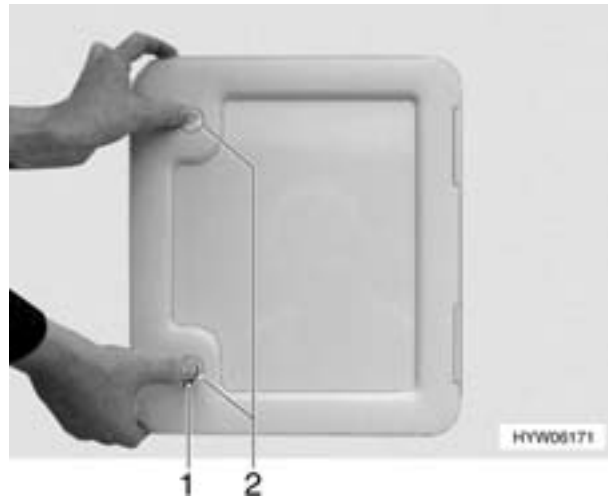

Bild 182 Öffnen der Thetford-Klappe
- Druckschloss (Bild 182,1) mit Schlüssel öffnen.
- Beide Druckschlösser (Bild 182,2) gleichzeitig drücken und Thetford-Klappe öffnen.